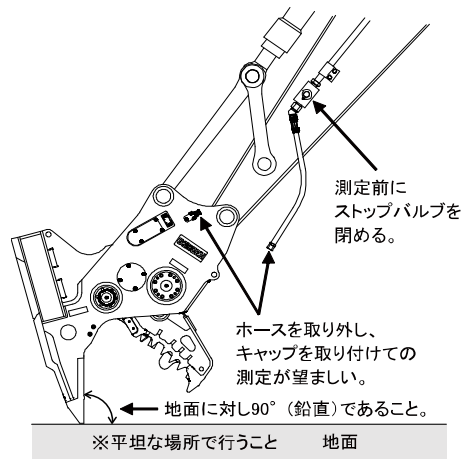

図7-4-1 開閉シリンダーの伸縮量測定
- ① エンジンを始動させ、アタッチメントのフレームの先端ティースが鉛直（図7-4-1参照）になるようアタッチメントの姿勢を調整する。
- ② アタッチメントのアームを最大開口まで開く。
- ③ エンジンを停止させ、ストップバルブを閉める。